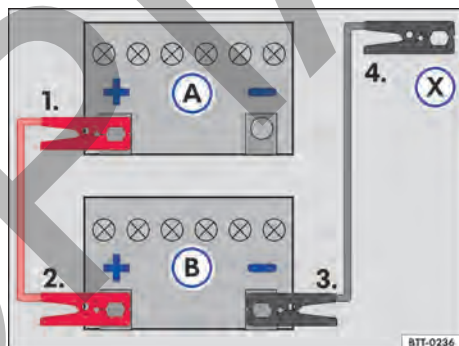

Fig. 179 Esquema para la conexión de los cables auxiliares de arranque: batería del vehículo descargada (A) y batería del vehículo que provee la corriente (B).
Leyenda para → **fig. 179**:
Conectar el cable de arranque auxiliar solo en la secuencia **1 – 2 – 3 – 4** → **fig. 179**.
- Conectar una extremidad del cable auxiliar de arranque **rojo** al polo positivo (+) del vehículo con la batería del vehículo descargada → **fig. 179 A** → **▲**.